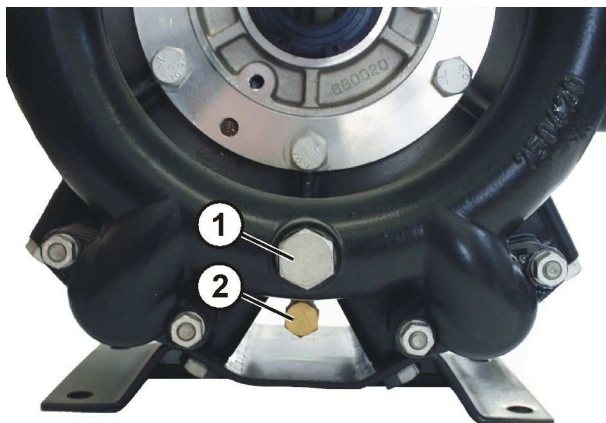

BILD 11/1 Abblaßschrauben der Kolbranpumpe
-Ablaßschraube herauschrauben (1 BILD 11/1)